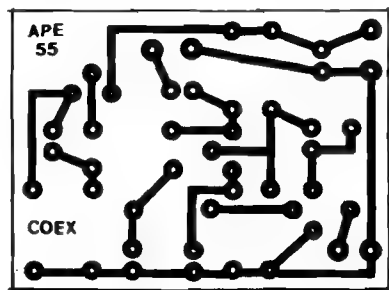

Fig.2
- **FIG. 2 - LAY OUT DO CIRCUITO IMPRESSO ESPECÍFICO** - Sem a menor complicação, o padrão cobreado de ilhas e pistas, em tamanho natural, é visto na figura... Sua grande simplicidade permite até que a traçagem (após a cópia com carbono, sobre a face cobreada de um fenolite virgem...) seja feita por métodos manuais, com caneta apropriada e tinta ácido resistente (a ausência de integrados facilita esse método menos sofisticado de confecção...). Entretanto, quem quiser um acabamento "bonitinho" e profissional (feito apresenta o diagrama...), deve recorrer aos decalques ácido-resistentes, que sempre promovem uma estética melhor... Não esquecer da "velha" e obrigatória verificação final, cuidadosa, na busca de defeitinhos (falhas, "curtos", etc.) que devem ser corrigidos **antes** de se começar a inserção e soldagem das "pernas" dos componentes... Os Leitores/Hobbystas iniciantes devem também ler com atenção as **INSTRUÇÕES GERAIS PARA AS MONTAGENS**, onde fatores fundamentais para a boa confecção e utilização de Impressos são devidamente detalhados...